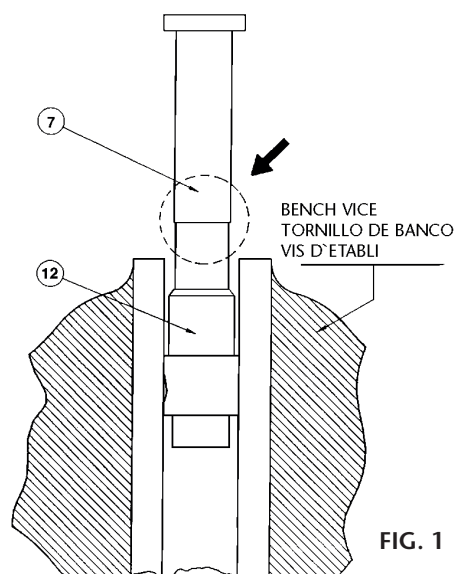

FIG. 1
Hold the upper semibody (12) with a bench vice (fig. 1) placing in the outlet connector seat a bar which would prevent the piece from swivelling between the vice jaws.
Unscrew the lower semibody with a STILSON wrench (apply at point indicated in fig. 1).
Apriete el semicuerpo superior (12) con un tornillo de banco (fig. 1), colocando en el alojamiento del racor de salida una varilla que impida el giro de la pieza en las mordazas del tornillo.
Desenrosque el semicuerpo inferior aplicando una llave STILSON (justo en el punto indicado en la fig. 1).
Serrer le semicorps supérieur (12) avec une vis d'établi, fig. 1 en plaçant dans le logement du raccord de sortie une tige qui empêchera la pièce de tourner entre les dents de la vis. Dévisser le semicorps inférieur en utilisant une clef STILSON (juste à la hauteur du point indiqué en fig.1).
Spannen Sie den oberen Halbkörper (12) in einen Schraubstock ein (fig. 1), wobei Sie einen dünnen Stab in dem Sitz des Ausströmstutzens anbringen, der es verhindert, dass sich die Teile in den Spannbacken des Schraubstocks drehen. Schrauben Sie den unteren Halbkörper unter Verwendung eines STILSON –Schlüssels (genau an dem angezeigten Punkt der fig. 1 ab).